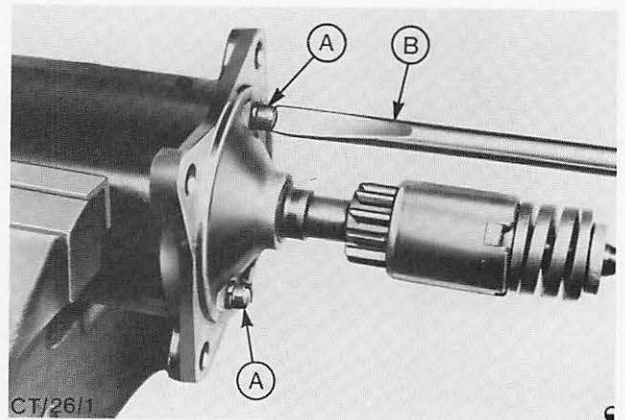

Abb. 16 A = Befestigungsschrauben
1. Anlasser in einen Schraubstock einspannen (Schutzbacken verwenden). Beide Schrauben entfernen, die das Antriebslagerschild auf dem Gehäuse festhalten, Abb. 16. Anker, Antriebslagerschild und Ritzelantrieb komplett aus dem Gehäuse herausnehmen.